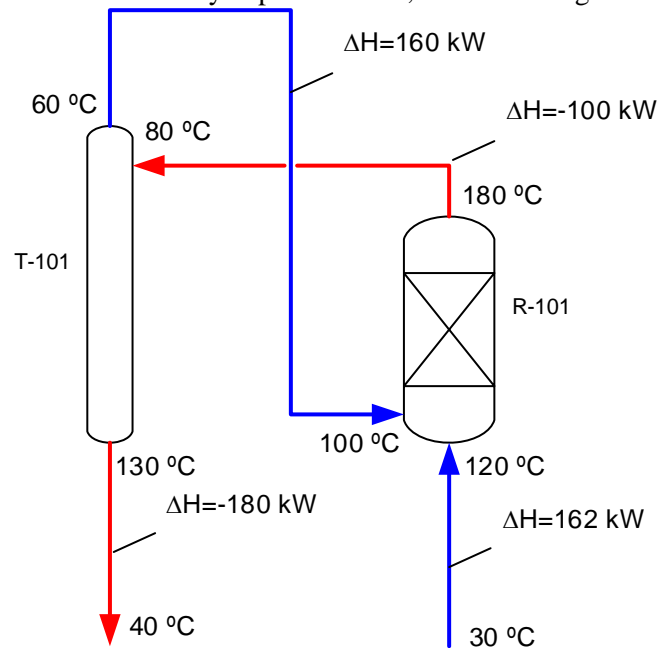

Figura 5: Diagrama de flujo de proceso
- 9 La Figura 5 muestra un problema típico de integración de calor especificado en términos de un diagrama de flujo del proceso; el mismo contiene los cambios de entalpia y las temperaturas de origen y objetivo. La Figura 5 muestra las corrientes calientes y frías con sus cambios de entalpia. Las corrientes calientes son: H1 es una corriente caliente del reactor R-101 que necesita enfriarse de 180°C a 80°C , eliminando 100 kW ; y H2, la corriente de fondo de la columna T-101 que debe enfriarse de 130°C a 40°C , eliminando 180 kW . Las corrientes frías son: C1, la corriente de destilado de la columna C-101, que debe calentarse de 60°C a 100°C , recibiendo 160 kW , y C2, la corriente de alimentación del reactor R-101, que necesita calentarse de 30°C a 120°C , recibiendo 162 kW . Para un $\Delta T_{\min} = 10^\circ\text{C}$ y asumiendo que están disponibles agua de enfriamiento a 25°C y vapor a 150°C , realizar las siguientes actividades.